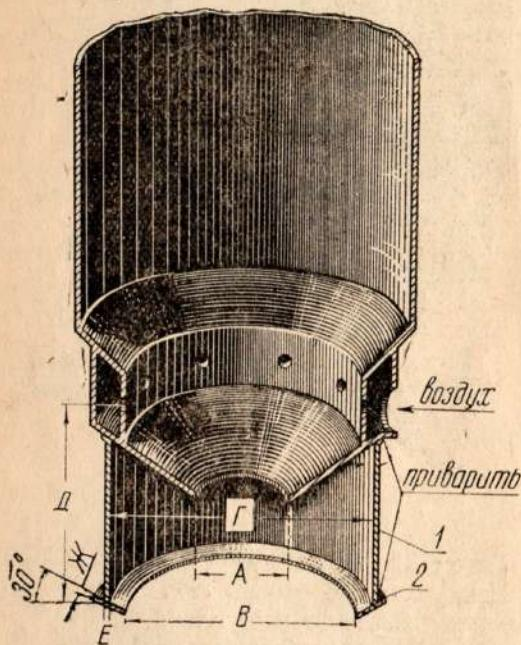

Рис. 2
2. Способ с применением сварки (рис.2)